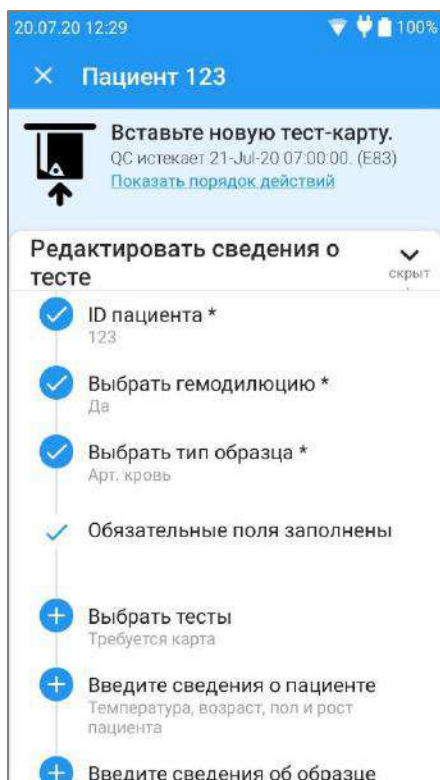

Рис. 52.
- **Период предупреждения** — это промежуток времени до истечения срока по графику, в течение которого устройство ерос Host будет отображать напоминание о том, что срок по графику скоро истечет (рис. 52).